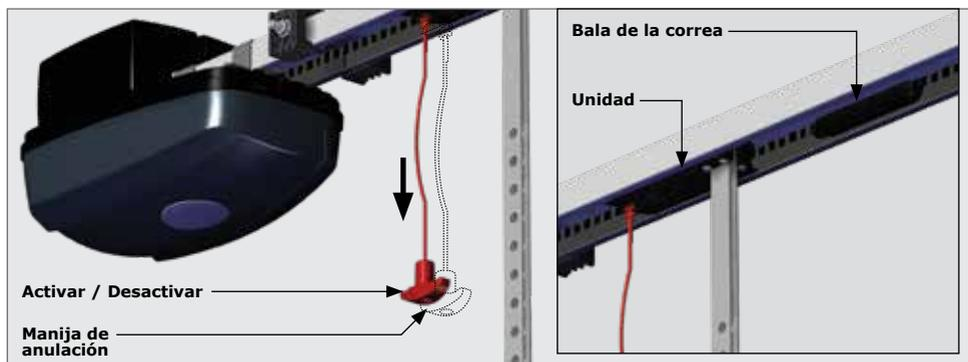

FIGURA 76
- PARA ACTIVAR: Tire de la manija de anulación hacia el marco de control hasta que escuche "clic" y mueva el accionamiento hasta que encaje con la bala de la correa, (Figura 76).